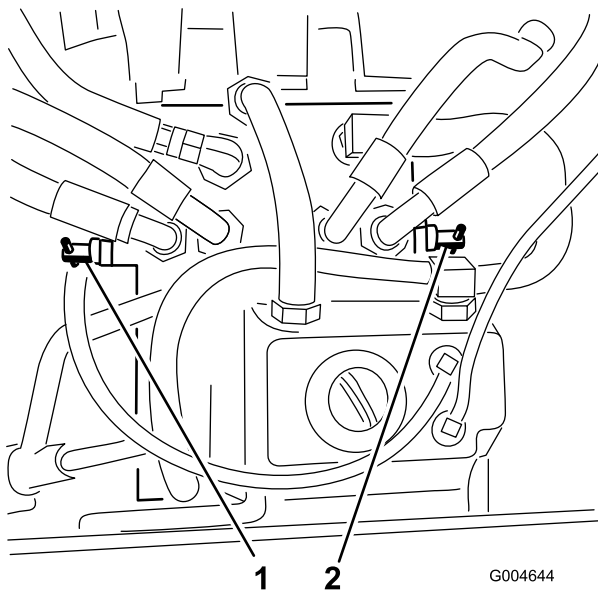

Figura 65
2. Localice las válvulas de desvío (Figura 65) y gire cada válvula de desvío una vuelta en sentido antihorario.
- Cierre las válvulas girando cada válvula una vuelta en sentido horario (Figura 65).